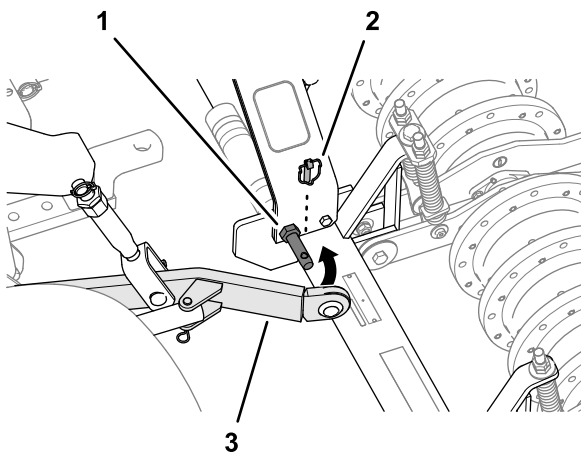

Figure 17
4. Positionnez l'aérateur de manière à aligner les bras d'attelage inférieurs du groupe de déplacement et les axes de chape des bras de levage de l'aérateur (Figure 17).
5. Assemblez les bras d'attelage inférieurs et les axes de chape des bras de levage, puis fixez les bras avec les goupilles à anneau (Figure 17).